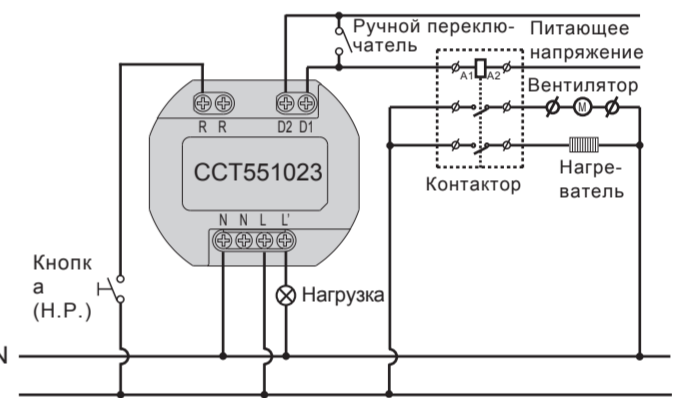
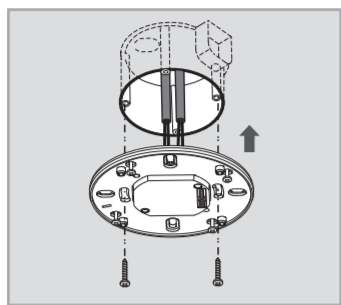
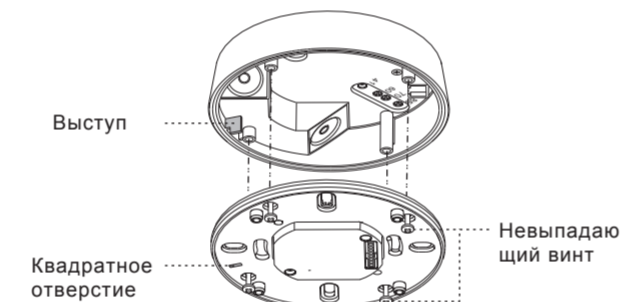

Рис. 5
Рис. 9
Рис. 17
#### 4.3.1 CCT551023 для стандартного применения (см. рис. 5)
4.4.1.3 Закрепите силовую коробку в распределительной коробке по европейскому стандарту двумя винтами (см. рис. 9).
4.4.2.3 Выполните подключение в соответствии с изображением на рис. 5 и 6, а затем плотно прикрутите крышку силовой коробки.
4.4.3.5 См. правильное подключение проводки на схемах подключения (см. рис. 5 и 6). В крепящей пластине имеется квадратное отверстие. При установке крепящей пластины в распределительную коробку приложите паз к выступу распределительной коробки (см. рис. 17), а затем установите головную часть датчика на силовую коробку согласно рис. 9 и закрепите 4 невыпадающими винтами из комплекта поставки.
| Светодиод не загорается                 | 1. Не подается питание.2. Неправильное подключение.                      | 1. Включите питание.2. Подключите нагрузку в соответствии со схемами подключения (см. рис. 5 и 6).   |
| Осветительное устройство не включается  | 1. Неправильное подключение.2. Неисправная нагрузка.                     | 1. Подключите нагрузку в соответствии со схемами подключения (см. рис. 5 и 6).2. Замените отключенную нагрузку новой.  |
| Осветительное устройство не выключается | 1. Ложное срабатывание датчика.2. Неправильное подключение.              | 1. Держитесь на удалении от области обнаружения во избежание активации датчика при проведении испытания.2. Подключите нагрузку в соответствии со схемами подключения (см. рис. 5 и 6). |